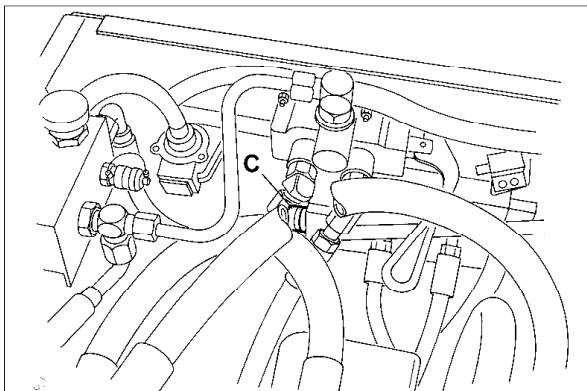

Fig.28
- C Fig.28 - Lift and power steering 83bar (1200 psi)
- C Afb.28 - Hefvermogen en stuurbekrachtiging 83bar. Poort bevindt zich op de klep onder de slijphefboom.
- C Fig.28 - Levée et direction assistée 83bar. L'orifice est située sur la vanne, sous le levier de rodage.